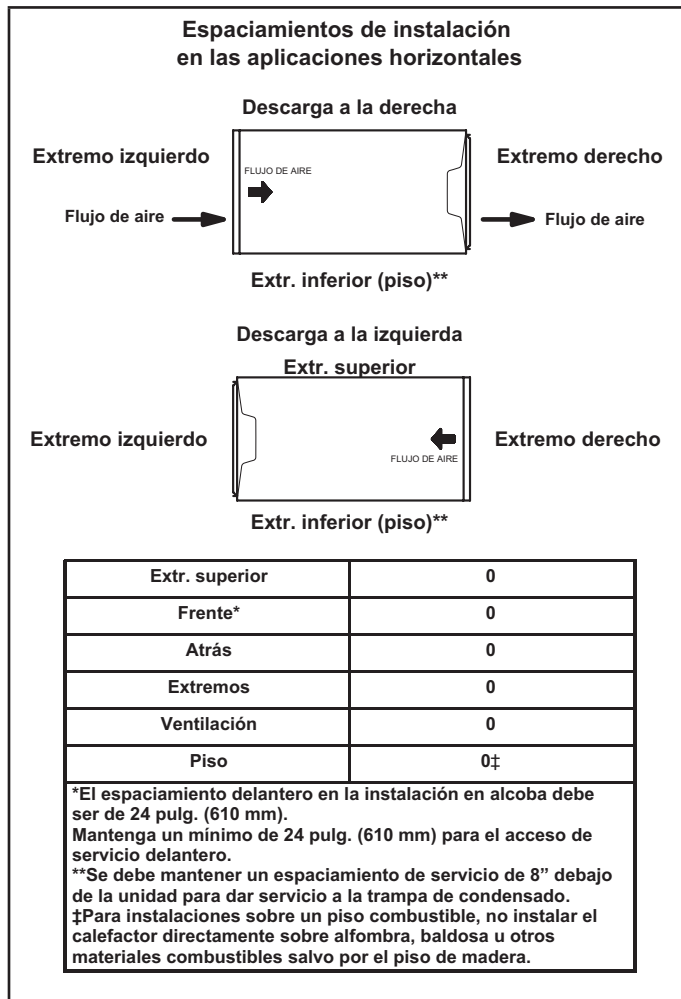

FIGURA 17
Consultar la "FIGURA 17" con respecto a los espaciamientos en aplicaciones horizontales.
- 1 - Seleccione la ubicación de la unidad teniendo en cuenta el espaciamiento de servicio y otros espaciamientos necesarios. Ver "FIGURA 17".